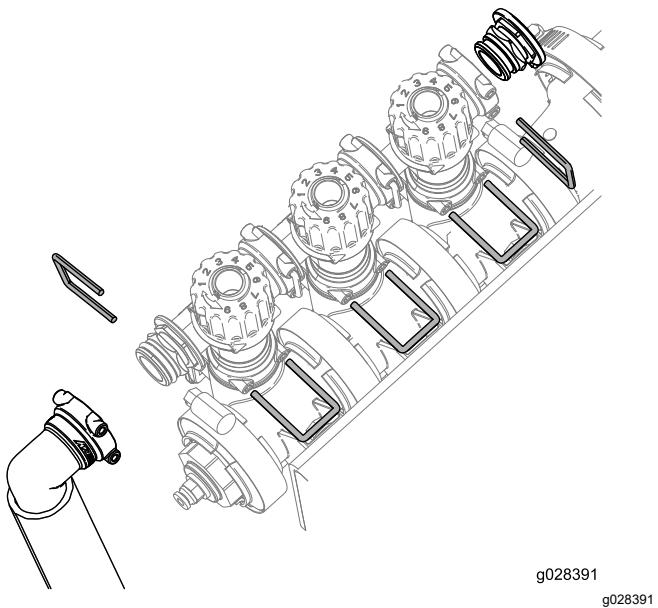

図 4
3. バイパス調整アセンブリ、エンドキャップ、フィッティングホースアセンブリを保持しているリテナーを 図 4 のように外す。